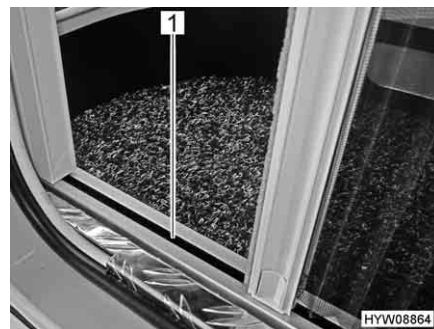

Fig. 20 Protezione contro gli insetti (guida inferiore)
- ▷ Durante l'apertura e la chiusura, afferrare la barra di presa con entrambe le mani. In questo modo è possibile limitare la possibilità che la protezione contro gli insetti si inceppi nelle guide (Fig. 20,1).